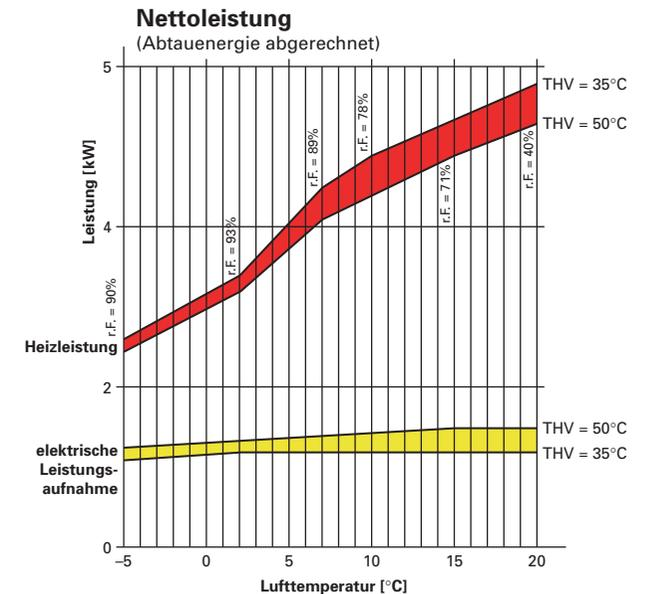

Abb. 15: Heizleistung einer Luft/Wasser-Wärmepumpe in Abhängigkeit von der Aussenlufttemperatur (Einfluss der Abtauung zwischen 2 und 7 Grad beachten!)
Die Temperaturen von Wärmequelle und Wärmeabgabe sind – wie das Beispiel zeigt – nicht nur für die Leistungszahl massgebend (vgl. 4.1), sondern auch für die tatsächlich lieferbare Heizleistung (siehe Abb. 15). Zur Bestimmung der WP-Leistung sind also genaue Kenntnisse der Wärmequelle wie auch der Wärmeabgabe nötig.
- Abb. 15 Quelle: Dokumentation Saurer Thermodynamik, Arbon